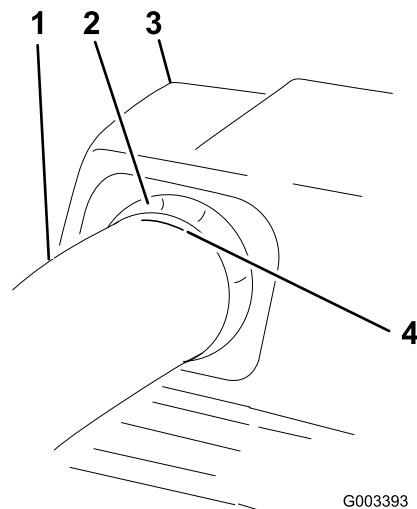

Figura 25
7. Una volta raggiunta la misura di 19 mm, segnate il tubo superiore sull'esterno nel punto in cui la tenuta di gomma sporge all'infuori (Figura 25).
- 11. Controllate che il segno da Figura 25 sia ancora al suo posto.